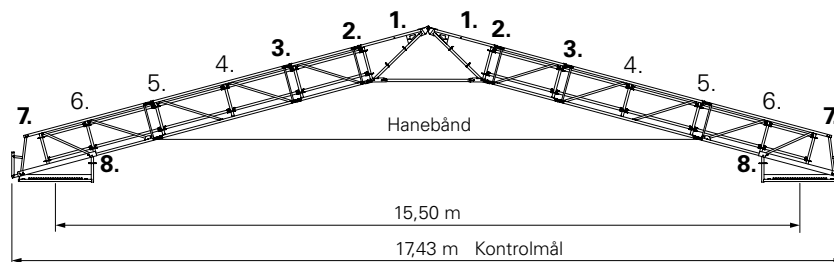

Fig. B1.02a
- med hanebånd (Fig. B1.02a)
(Fig. B1.02a)